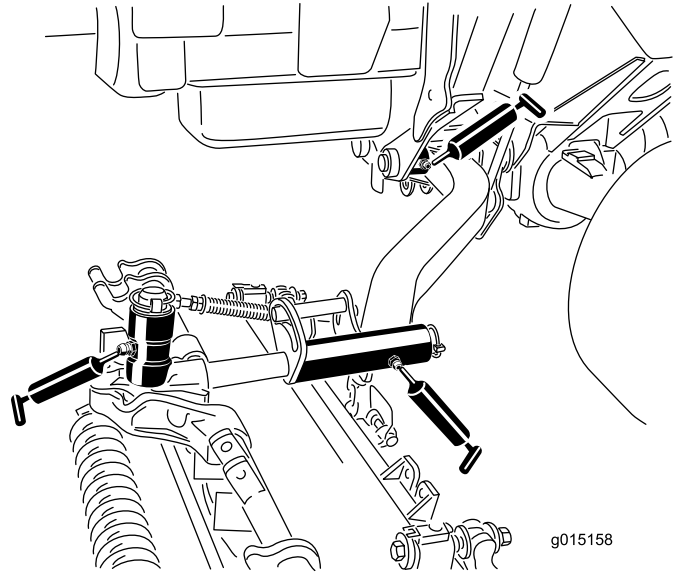

Figura 73
- Casquillos de pivote de los brazos de elevación (1 por unidad de corte) (Figura 73)
- Bastidor de tiro de la unidad de corte (2 por unidad de corte) (Figura 73)
- Pivotes de los brazos de elevación de las unidades de corte (1 por unidad de corte) (Figura 73).